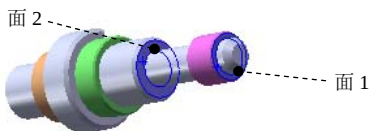
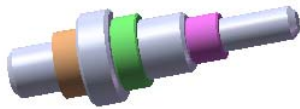

图 4.4.16 选取配合面
图 4.4.17 完成第二个装配配合
Step2. 定义第二个装配配合。在“配合”窗口的“标准配合”区域中单击“重合”按钮 ；分别选取图 4.4.16 所示的面 1 与面 2 为配合面，系统弹出快捷工具条；在“配合”窗口的标准区域的 **配合对齐:** 后单击“反向对齐”按钮 ；在快捷工具条中单击  按钮，完成图 4.4.17 所示第二个装配配合。